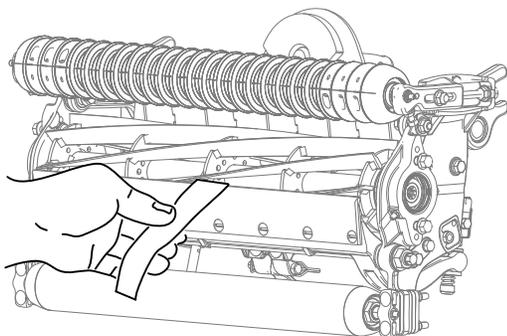

Figura 7
2. Teste o desempenho de corte inserindo uma fita comprida de desempenho de corte (Número de peça Toro 125-5610) entre o cilindro e lâmina de corte, perpendicular à lâmina de corte (Figura 7). Lentamente rode o cilindro para a frente; deve cortar o papel.